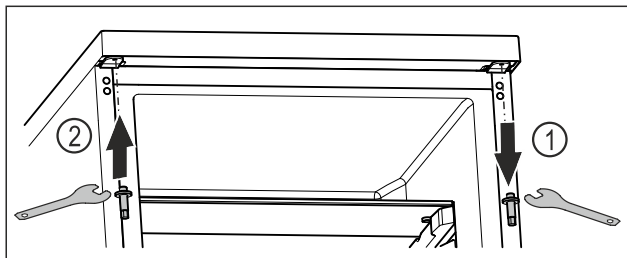

Fig. 22
- ▶ Выкрутите верхний болт ключом с наружным шестигранником. Fig. 22 (1)
- ▶ Затяните болт на противоположной стороне ключом с наружным шестигранником. Fig. 22 (2)